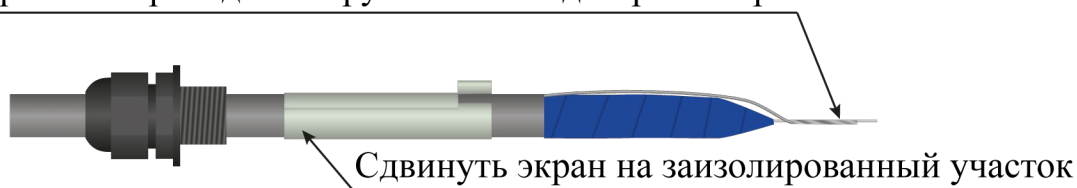

Рисунок 4.28
– экранный проводник кабеля ТППЭп направить вдоль гильзы и скрутить с выводом резистора (рисунок 4.28);
– сдвинуть экран устройства оконечного на место соединения кабеля ТППЭп и резистора (рисунок 4.28);